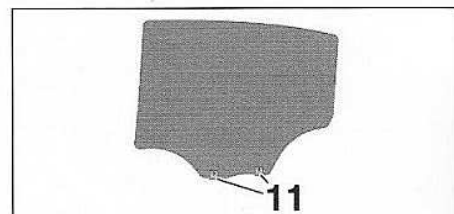

FIG.82
Remplacer les agrafes (11) (Fig.82).